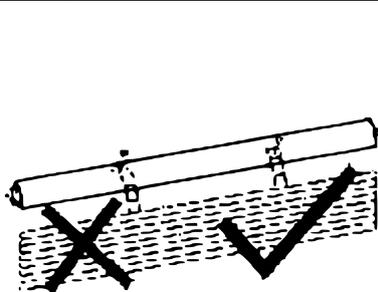

Fig. 6
- Lorsque vous raccordez l'arbre du volet roulant au tablier du rouleau, veillez à ce que les ressorts de suspension soient raccordés de manière à ne pas être trop longs (Fig. 6).